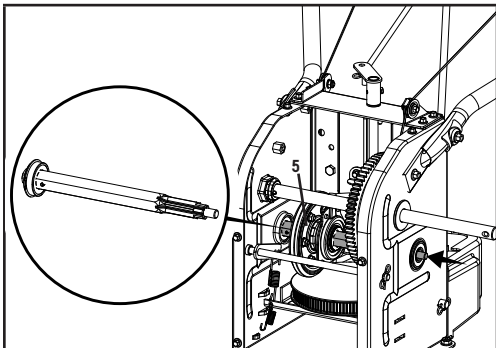

Figure 46
5. Positionnez prudemment l'arbre hexagonal vers le bas et la gauche avant d'enlever l'assemblage du disque d'embrayage (5) de l'arbre en le faisant glisser prudemment. (figure 46).